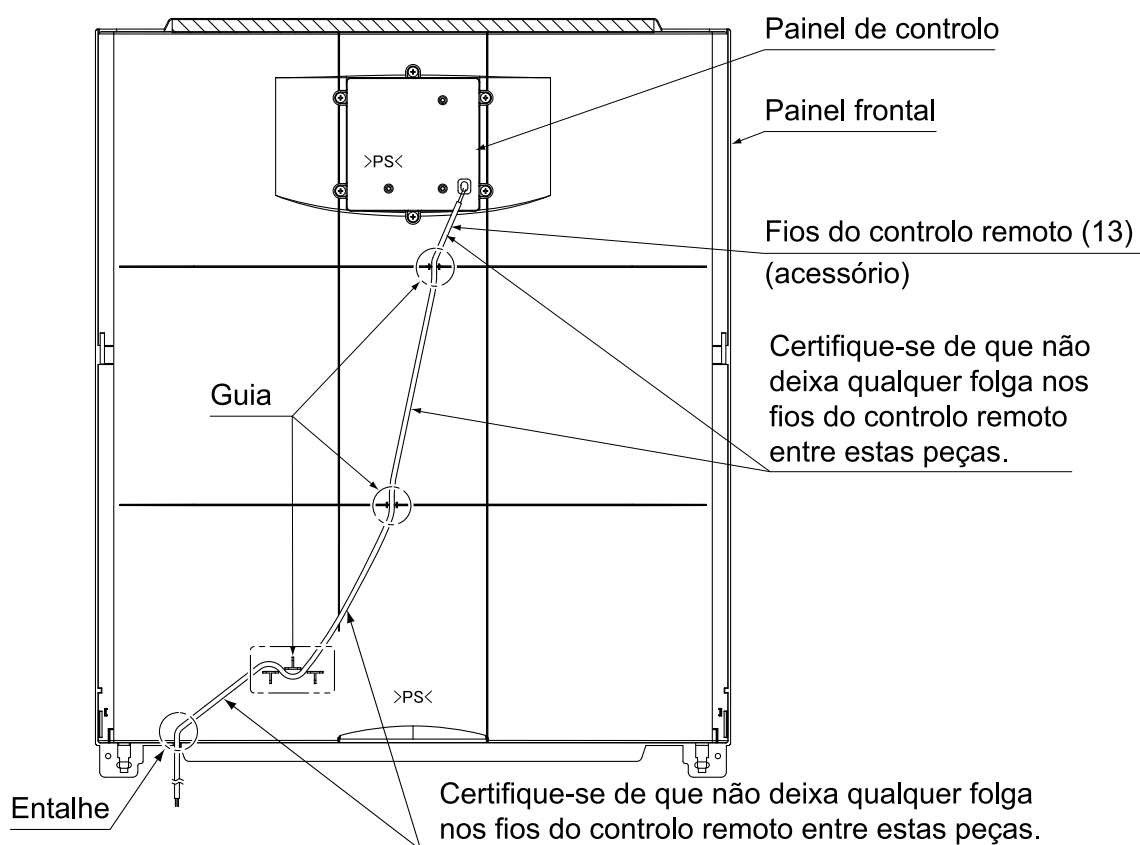

Fig. 27
4. Fixe as ligações do controlo remoto na guia e no entalhe. (Consulte a Fig. 27)